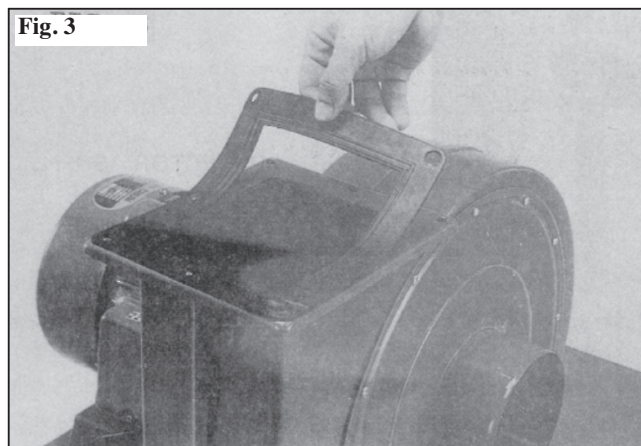

Fig. 3
Nästa steg är att montera fast utgången (L) och packningen (I) på uppsugningsenheten i enlighet med vad som visas i Bild 3 och 4.